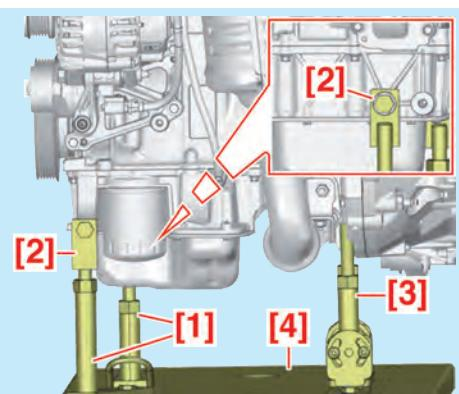

Fig.5
• Assembler les outils [1] et [2] (Fig.5).